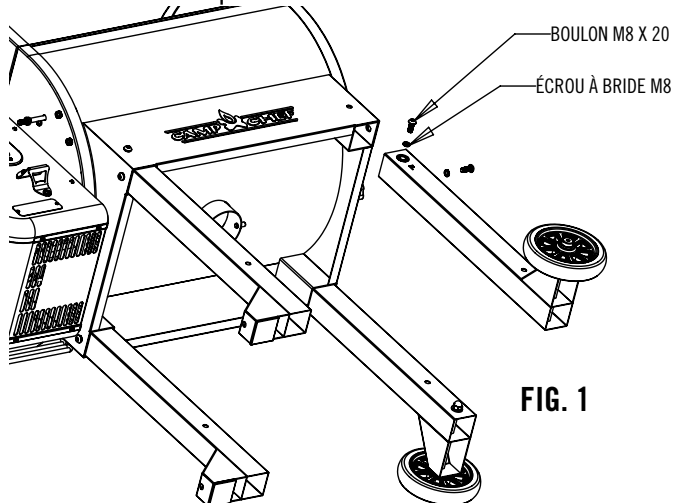

FIG. 1
2. Monter chacun des 4 pieds comme indiqué à la Fig. 1.